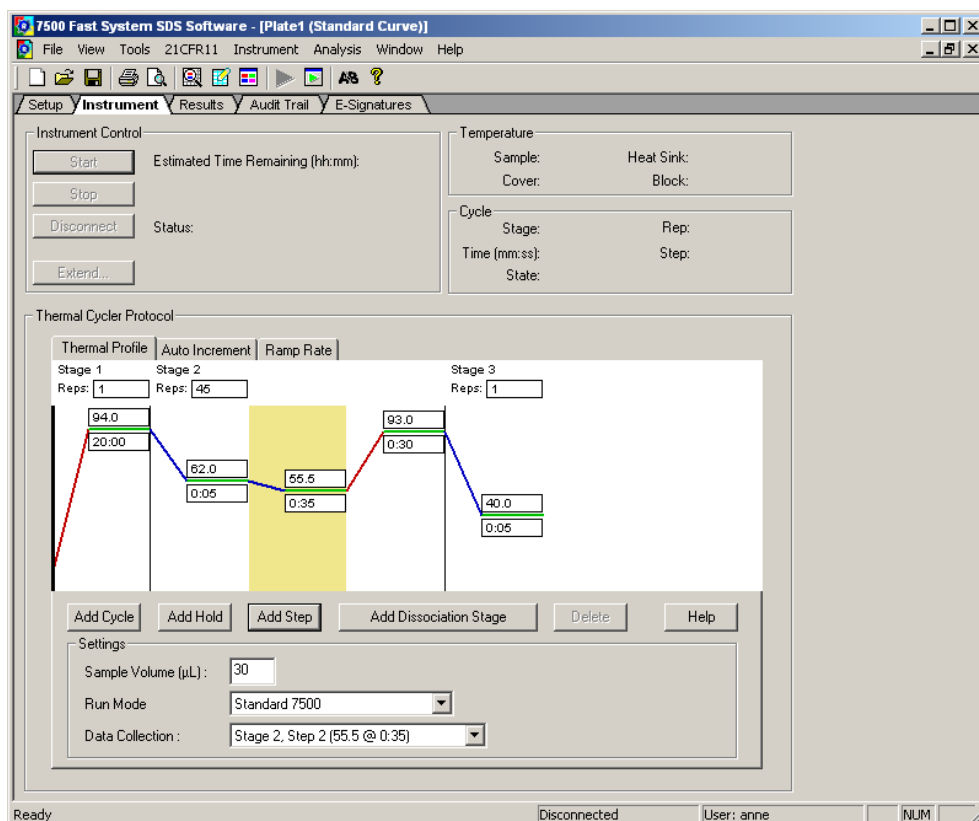

Figure 2: Capture d'écran après avoir réglé le programme du cycle de PCR et le mode de détection.
- Confirmer les paramètres du protocole du cycle thermique conformément au Tableau 7 (voir Figure 2).